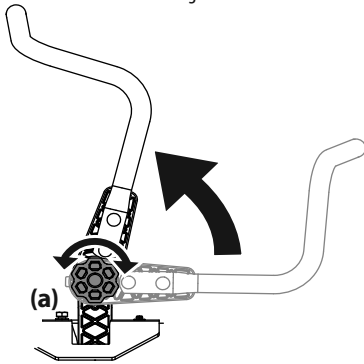

Figura 8
1. Gire la perilla (a) en el sentido contrario a las agujas del reloj para aflojar la perilla (a). Consulte la Figura 8.
3. Gire la perilla en el sentido de las agujas del reloj para asegurar la palanca de control de la transmisión de barra de seguridad hasta su posición. Consulte la Figura 8.